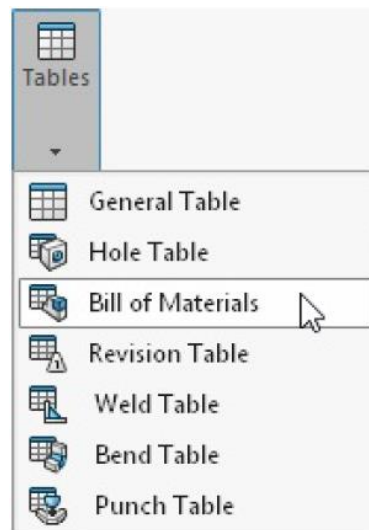

Рисунок 11.13 – Інструмент Bill of Materials у меню Tables flyout
6. Виберіть інструмент **Bill of Materials** (Специфікація матеріалів) у меню **Tables flyout** (Випадаюче меню таблиць) в **Annotation CommandManager** (Менеджер команд анотацій) (див. рис. 11.13); відкриється **Bill of Materials PropertyManager** (Менеджер властивостей специфікації матеріалів).